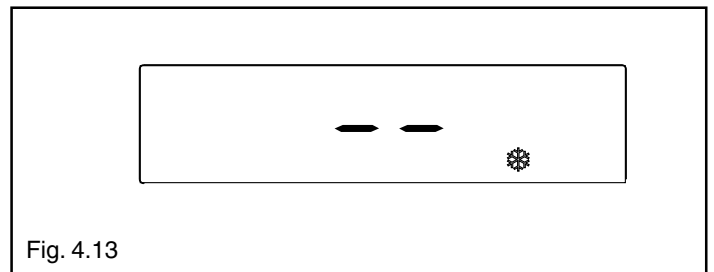

Fig. 4.13
- Antigelo (fig. 4.13): quando la temperatura dell'acqua di caldaia scende al di sotto dei valori di sicurezza si attiva il circolatore e il bruciatore alla minima potenza per riportare la temperatura dell'acqua a valori di sicurezza (35 °C). Sul display si illumina il simbolo .